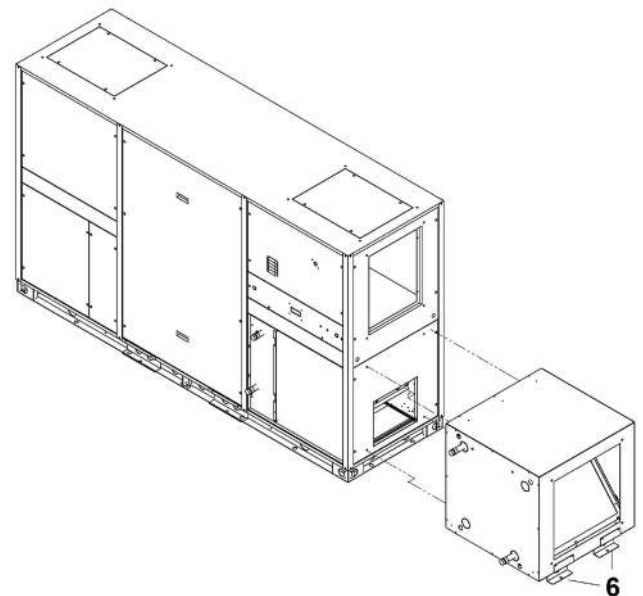

Fig.15
Tale materiale trova applicazione in caso di connessione diretta all'unità base nella sola configurazione orizzontale; per l'unità verticale, la sezione è dotata di piedini d'appoggio (6 Fig. 15).
This kit is to be used in case of direct connection to horizontal unit only; for vertical unit, the section is equipped with support feet (6 Fig. 15).
**POSIZIONAMENTO (Fig. 15)**
**POSITIONING (Fig. 15)**